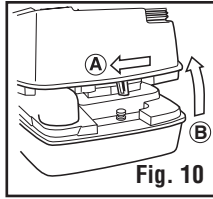

Fig. 10
2. Be sure valve handle is closed. Separate tanks (Fig. 10).
2. Verifique que el asa de la válvula esté cerrada. Separe los tanques (Fig. 10).